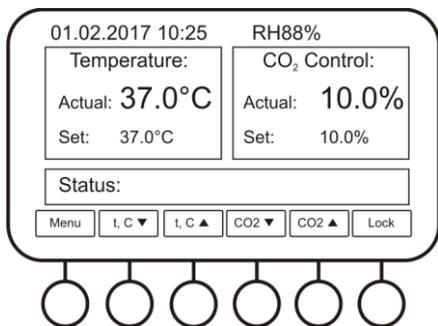

Рисунок 1. Рабочий экран
- 5.2. После инициализации, дисплей (рис. 1) покажет: